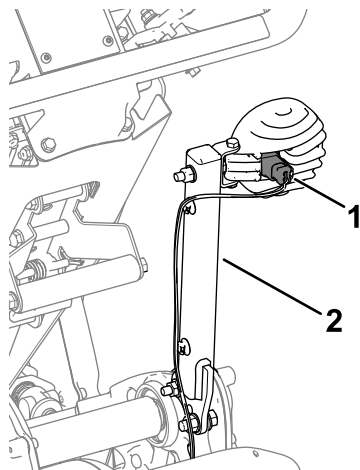

图 1
- A. 从灯具上拆下线束连接件 图 1。
- B. 从机器上卸下灯支架 图 1。将用于组装到安装支架的支架放置一旁。